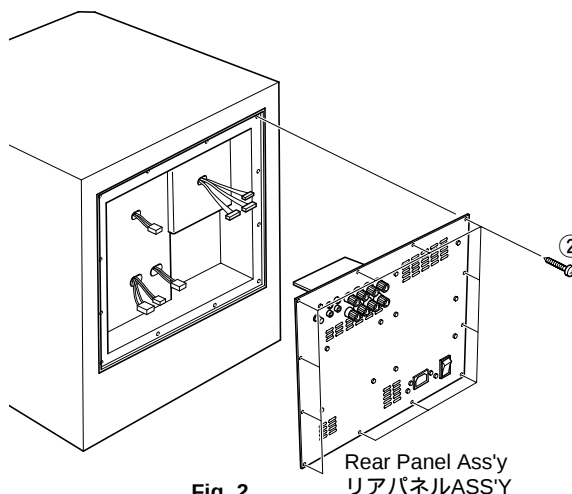

Fig. 2
- Remove 12 screws (②) and then remove the rear panel ass'y. (Fig. 2)
- ② のネジ 12 本を外し、リアパネル ASS'Y を取り外します。(Fig. 2)